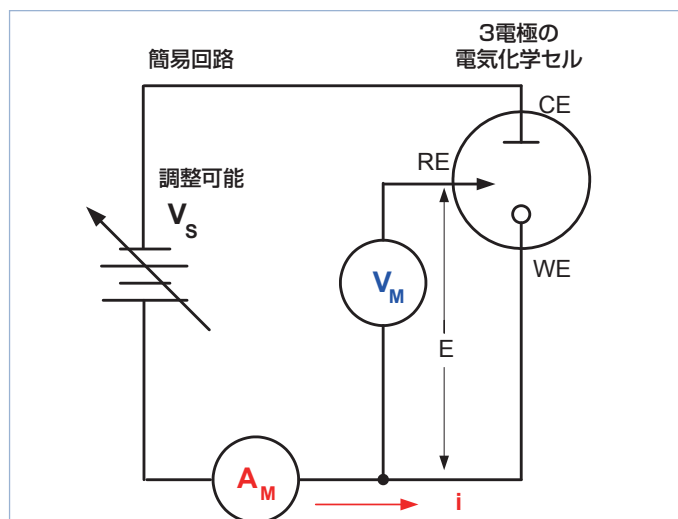

図3. サイクリック・ボルタメトリのための簡易測定回路
図3に、電気化学セル、調整可能な電圧ソース ( $V_s$ )、電流計 ( $A_M$ )、電圧計 ( $V_M$ ) による代表的な電気化学測定回路を示します。電気化学セルには、作用電極 (WE)、参照電極 (RE)、対 (または補助) 極 (CE) の3つの電極があります。電位スキャンのための電圧ソース ( $V_s$ ) は、作用電極と対極間に印加されます。参照電極と作用電極間の電位 ( $E$ ) は電圧計で測定し、参照電極に対して作用電極の電位が保たれるように全体の電圧 ( $V_s$ ) を調整します。作用電極を流れる電流 ( $i$ ) は、電流計 ( $A_M$ ) で測定します。このプロセスは、通常、 $E$ の範囲で繰り返されます。